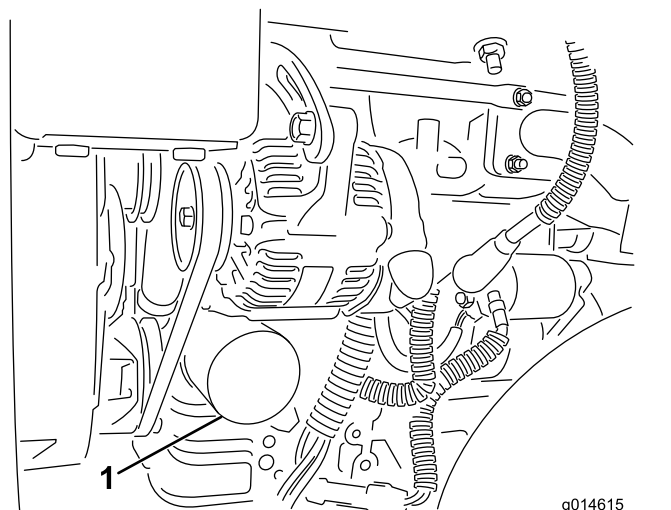

Figura 35
2. Retire el filtro de aceite (Figura 35). Aplique una capa ligera de aceite limpio a la junta del filtro nuevo.